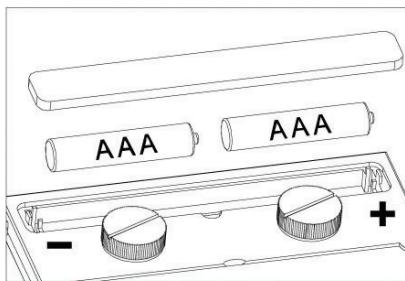

Рис. 9
7.11 Замена батареи (рис. 9). Помимо солнечной батареи для питания светофильтра АСФ применяются щелочные батареи AAA (2 шт.) в качестве резервного источника питания. Батареи могут работать ≈5000 часов.